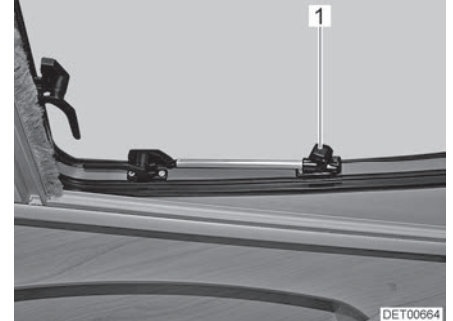

Bild 46 Takfönster med vridspärrar, öppen
- Det takfönstret öppnas till önskat läge och låses med den lettrade hylsan (Bild 46,1).
- Vrid den lettrade hylsan (Bild 46,1) tills låsningen släpper.